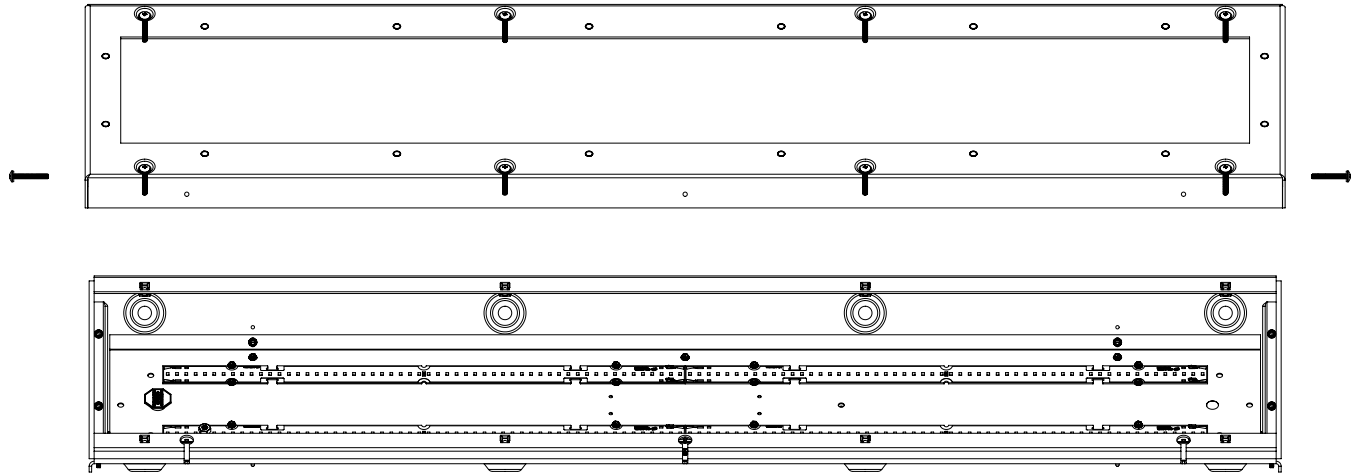

Figure 1.
Étape 2. Retirez les vis de la porte, puis la porte. Conservez les vis, les rondelles et les joints toriques; vous en aurez besoin pour réinstaller la porte. (Figure 1)